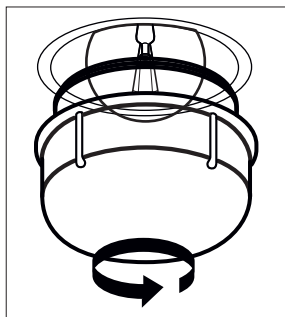

Figura 19
2. Remover a proteção de vidro rodando a mesma no sentido anti-horário (ver figura 19). O uso de luvas de plástico pode ajudá-lo se tiver dificuldade em o rodar.